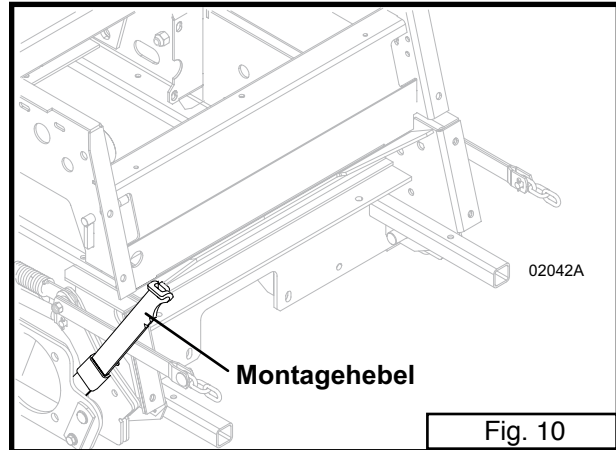

Fig. 10
- Für 700er oder 900er Serien Traktor siehe Abb. 10 und befolgen Sie folgende Schritte:
- Für 700er und 900er Serien Traktoren mit montiertem 3461 PowerFold Deck siehe Abb. 10, S. 16 und befolgen Sie folgende Schritte: